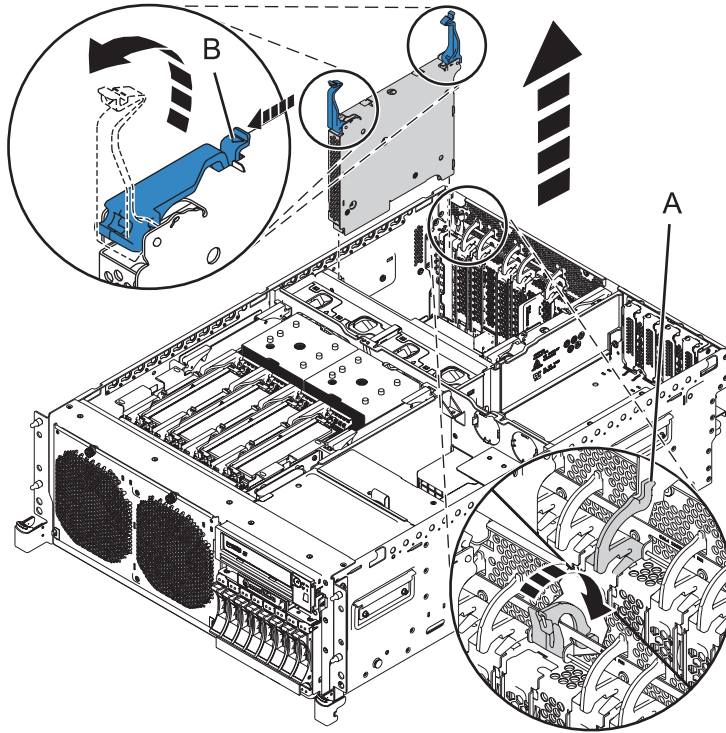
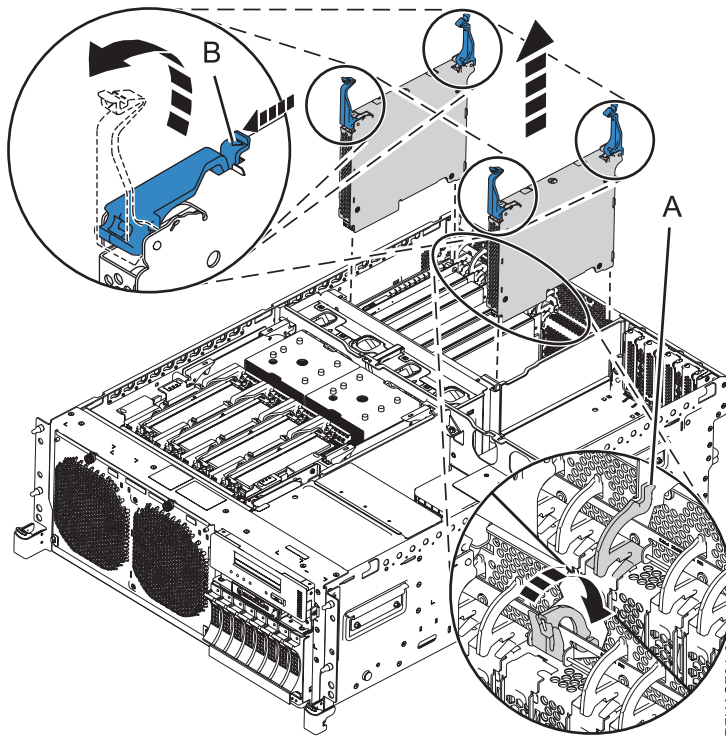

Figure 7. Retrait de l'adaptateur GX sur un système 02E/4B ou 05F/6B monté en armoire
Figure 8. Retrait de l'adaptateur GX (code dispositif EJ03) sur un système 02E/4C ou 05E/6C monté en armoire
12. Avec le système en position de maintenance, retirez le bloc d'adaptateurs existant comme illustré dans la figure 7, à la page 10 et la figure 8, à la page 10. Déverrouillez le taquet de l'emplacement d'adaptateur (**A**) en tirant dessus vers l'arrière du système.